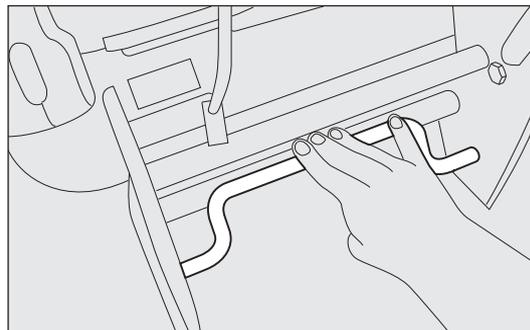

fig. 26d
- pousser le levier selon les indications de la fig. 26d ;
- pousser le levier selon les indications de la fig. 26d et tirer sur celui-ci pour vérifier que le siège est fixé correctement ;